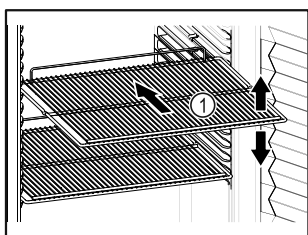

Fig. 86 Vejledende illustration
- Tilpas højden, når bæreristene Fig. 86 (1) kan flyttes.